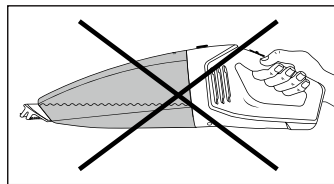

Afb. 3
- Wanneer u vloeistof hebt opgezogen, draag het apparaat dan altijd met het natzuigmondstuk **1** omlaag wijzend (zie afb. 3):